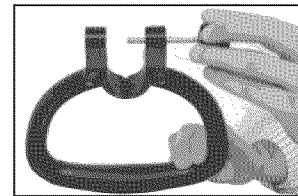

Figura 10 - Retiro de la perilla y el perno del asa
1. Retire la perilla y el perno del asa frontal (vea la Figura 10).